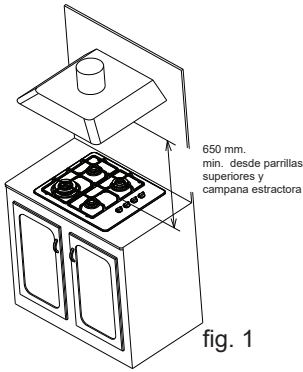

fig. 1
3. Con respecto a campanas extractoras, la distancia mínima debe ser de 650mm, (ver fig.1) entre la parte inferior de la campana y las parrillas superiores. La campana extractora debe ser tan ancha como el artefacto y el centro de la misma.